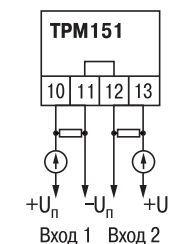

Рис. 17
2. Активные датчики с выходным сигналом в виде тока (0...5 мА, 0...20 мА или 4...20 мА), в том числе датчики положения токового типа, можно подключать к прибору только после установки внешнего шунтирующего резистора (см. рис. Б.1, рис.17). Резистор должен быть прецизионным (типа С2-29В, С5-25 и т. п., мощностью не менее 0,25 Вт, сопротивлением  $100 \text{ Ом} \pm 0,1 \%$ ) и высокостабильным во времени и по температуре (ТКС не хуже  $25 \cdot 10^{-6} 1/^{\circ}\text{C}$ ).
3. Для питания нормирующих преобразователей необходим дополнительный источник постоянного напряжения  $U_n$ . На рис. 17 показаны схемы подключения датчиков с унифицированным выходным сигналом 4...20 мА к приборам по двухпроводной линии. Значение напряжения  $U_n$  указывается в технических характеристиках нормирующего преобразователя и, как правило, находится в диапазоне 18...36 В.